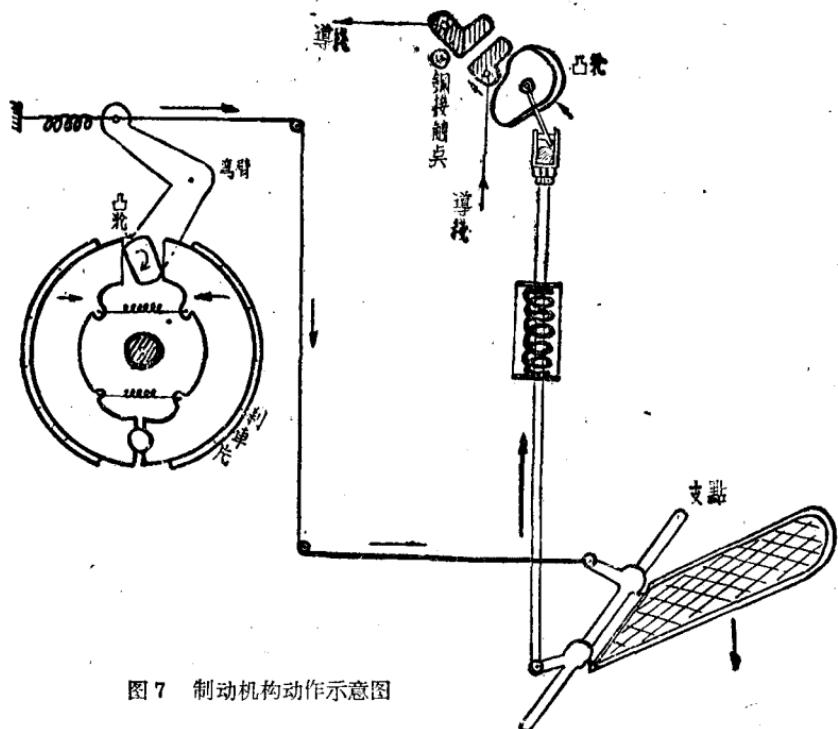

图 7 制动机构动作示意图
电平车的制动设备是包括机械制动和电气制动两部分联合组成的，由驾驶员用右足来控制，它的机构和动作原理可从图7中清楚看出。
当车辆停止时，踏脚板就松开向上（如图7所示），这时装在电
当駕駛員踏下踏脚板时(图 7 中用箭号表示)，于是通到电动机刹车盘去的拉綫就克服弹簧的力，将弯臂向右拉动，于是里面的凸輪也随着轉动，二边的刹车片在里面弹簧的拉力作用下，向里边收縮，于是刹车就松开；另一方面，装在控制箱內的槓桿也向上頂动凸輪，将接触片④閉合，于是接通了电路，使电动机开始轉动。很明显，这两个制动机构是同时动作的，因此就增加了制动的效果和安全。